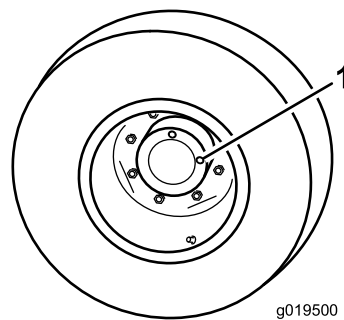

Figure 72
1. Amenez la machine sur une surface plane et horizontale, tournez la roue de sorte qu'un bouchon de contrôle soit à la position 12 heures et l'autre à la position 3 heures (Figure 72).
2. Retirez le bouchon qui est à la position 3 heures (Figure 72).